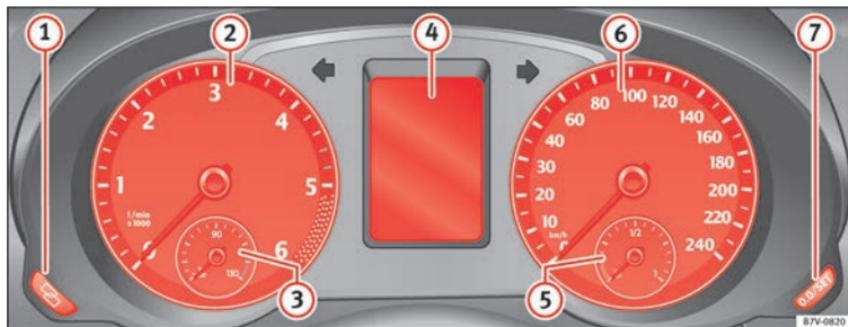

Fig. 118 Painel de instrumentos no painel de bordo.
» Fig. 118:
① Botão de acerto do relógio¹⁾.
- Para prosseguir com o acerto, pressionar o botão » Fig. 118 ⑦. Para que os números se sucedam rapidamente, manter o botão pressionado.
② Conta-rotações (do motor em funcionamento, em milhares de voltas por minuto).
O conta-rotações oferece, juntamente com a indicação das velocidades, a possibilidade de utilizar o motor do seu veículo num regime de rotações adequado. O início da zona vermelha » Fig. 118 indica o regime máximo de rotações do
No ecrã do painel de instrumentos » **Fig. 118** pode ser visualizada informação diversa, em função do equipamento do veículo: